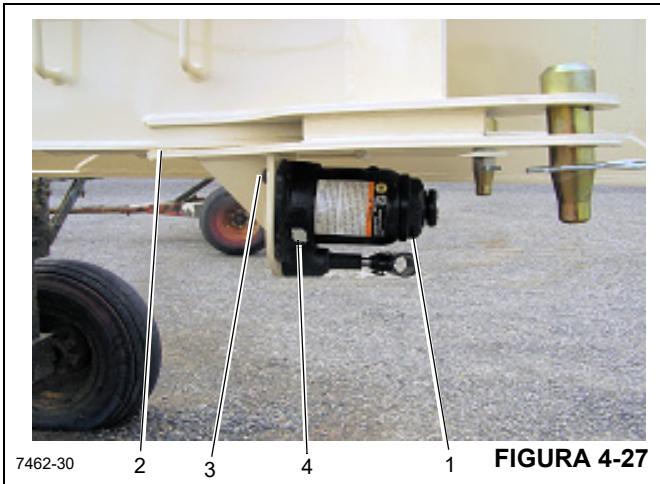

FIGURA 4-27
Remova o macaco (1) da lança do jib (2) removendo os três parafusos e arruelas lisas (3). Consulte a Figura 4-27.
1. Com a guia completamente abaixada e o pistão pressionado, coloque o macaco em sua posição nivelada vertical e remova o bujão de enchimento de óleo (4, Figura 4-27).
2. Para drenar o óleo, remova o bujão de enchimento (4, Figura 4-27).